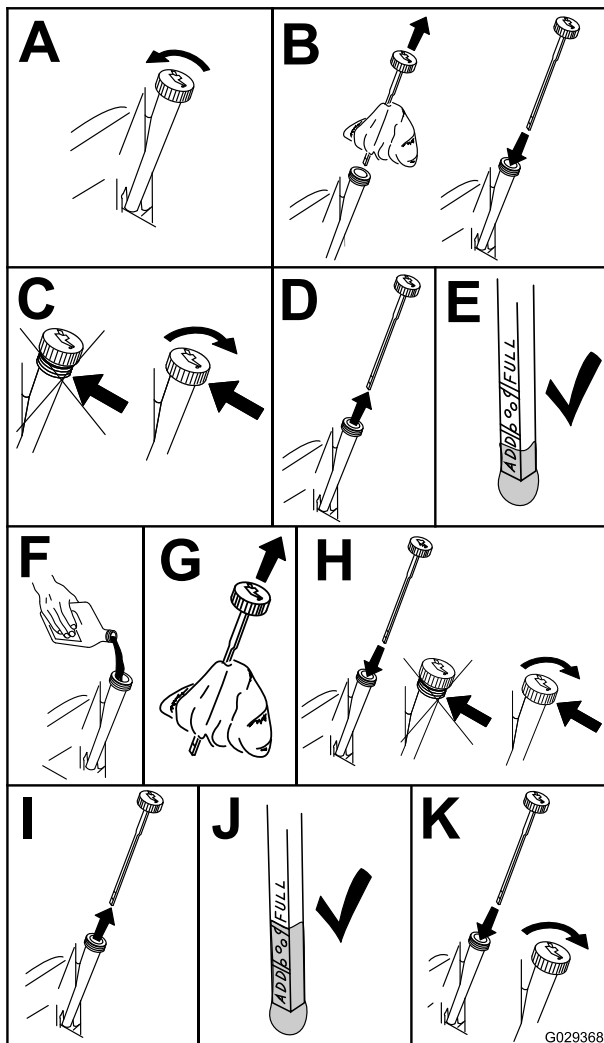

Figura 37
6. Para que no entre suciedad, recortes de hierba, etc., en el motor, limpie la zona alrededor del tapón de llenado/varilla de aceite antes de retirarlo (Figura 37).